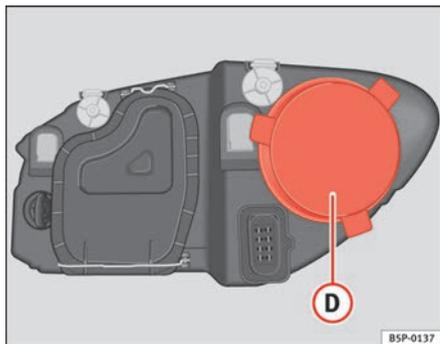

Fig. 183 Luz de presença
- Retirar a tampa ⇒ fig. 183 **D**, puxando-a.